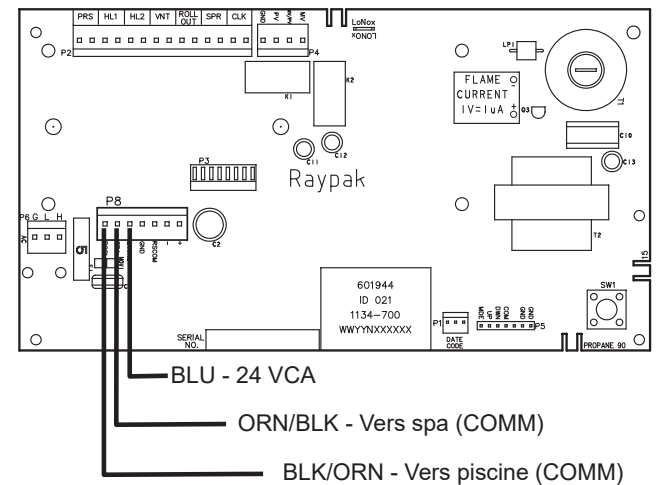

Figure 32. Connexion du harnais de câble d'un thermostat à 3 fils au connecteur P8, P-156
6. Connectez le harnais de câble 3 fils pour thermostat externe au connecteur P8 et mettez l'appareil à ON, voir **Figure 32**.